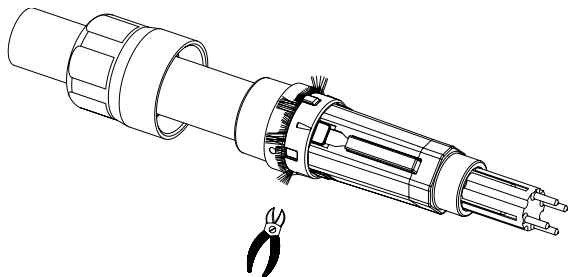

图 XI-17
9. 将绝缘体推上, 直到其卡入到位。切掉多余的突出屏蔽编织线 (图 XI-17)。